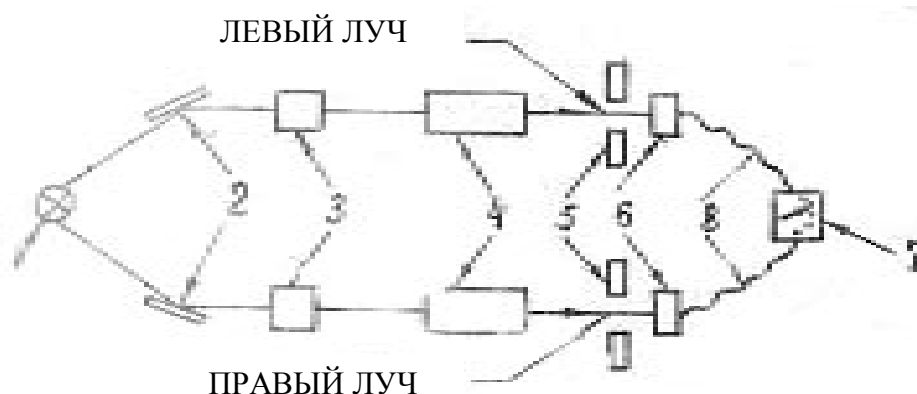

Рис.1
Это двухлучевые фотоколориметры. Их принципиальная оптическая схема приведена на рис.1.
1. Принцип работы (см. схему рис.1).